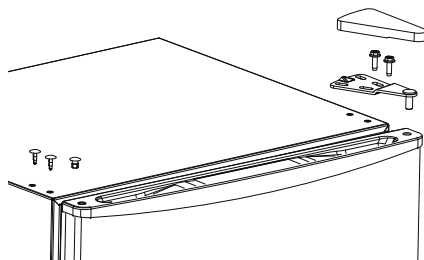

Fig. 3
- ▶ Afloje los dos tornillos de la bisagra superior (1) con un destornillador de estrella (véase la **fig. 3**) y retire la bisagra.
- ▶ Coloque en un lugar seguro las arandelas de la bisagra superior. Las necesitará más tarde para volver a instalar la puerta del congelador (2).
- ▶ Retire la cubierta de los orificios de tornillo del lado izquierdo, p. ej., con un destornillador de ranura (véase la **fig. 3**).
- ▶ Retire el tapón ciego para la espiga de la bisagra del lado izquierdo de la puerta del congelador (2) y colóquelo en el orificio del lado derecho (véase la **fig. 3**).
- ▶ Levante la puerta del congelador (2) para extraerla de la bisagra inferior y colóquela en un lugar seguro.